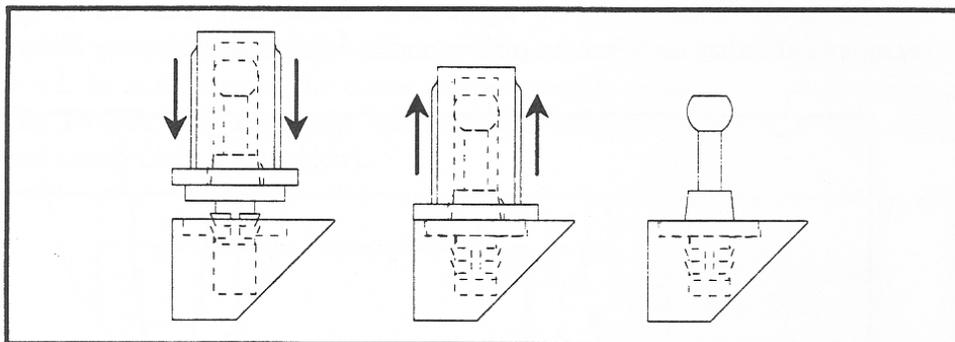

図 3.5 グリルピンをグリルのフレームに取り付ける。ピンのフランジがグリルの表面と同平面になっているか確かめてください。
5、ピンの取り付け口に、グリルピンの見えている先をあて、ピンとフレームの間にグリルクロスなどが挟まらないかどうか確かめてから、小さなハンマーなどを使って新しいグリルピンを設置場所に穏やかにたたきながらはめ込みます。次にグリルピン取り付け器具を引き抜き、ピンのフランジがグリルの表面と同一平面になっているか確かめてください。(図 3.5 参照)